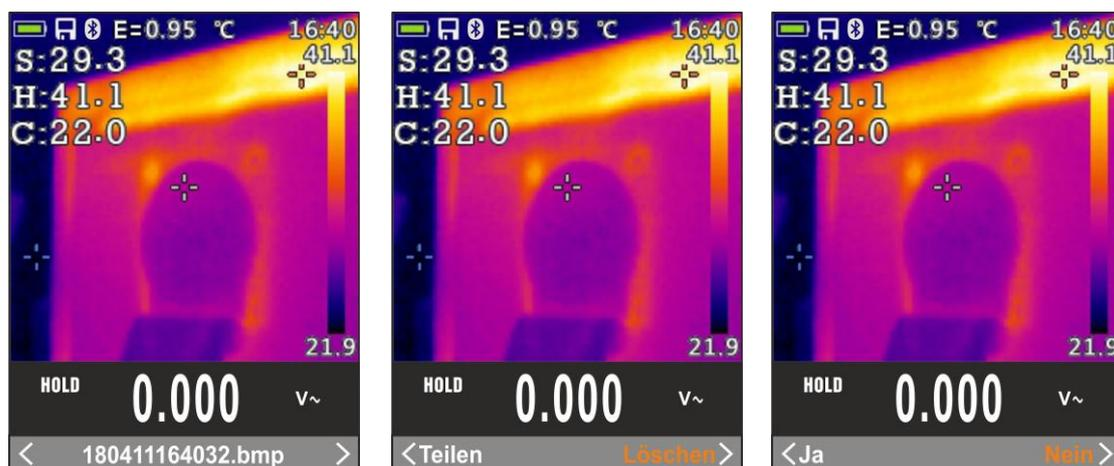

Abb. 42: Aufruf und löschen von IR Bildern
- Treten Sie ins Hauptmenü ein, um das gespeicherte Ergebnis anzuzeigen (siehe § Abb. 42 – linke Seite).